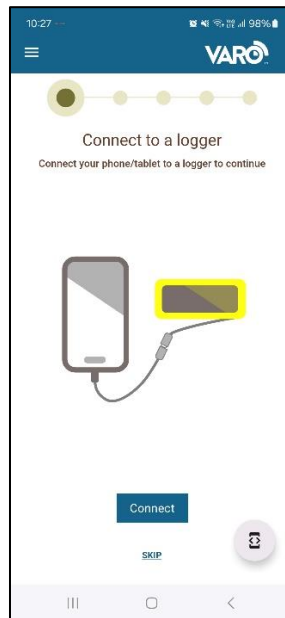

图 35 Varo 应用程序仪表板
- 移动应用程序主屏幕如图 35 所示，点击连接按钮从数据记录器下载数据。数据下载大约需要 1 分钟。